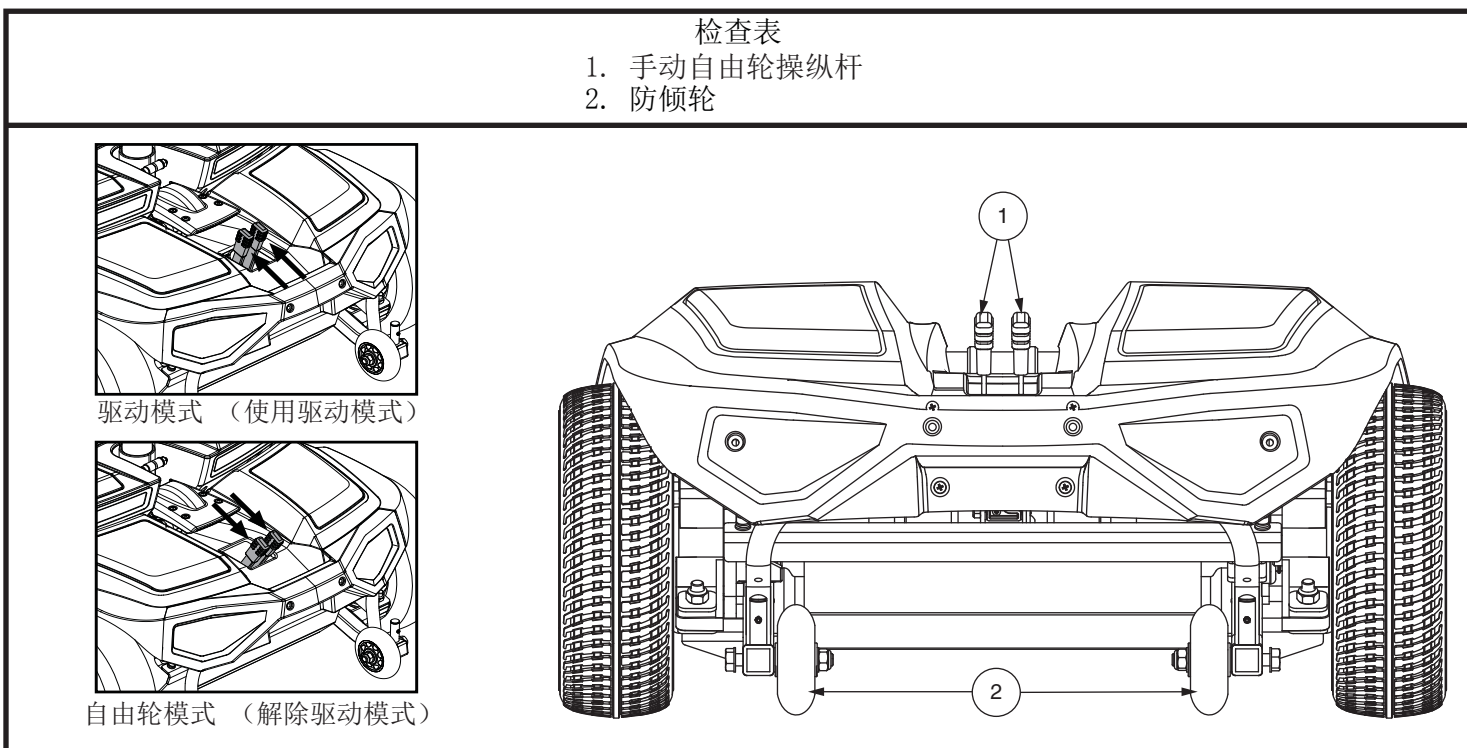

图3. 后动力基座
1. 定位杆于动力基座后半部分。见图3。
防倾轮是Go-Chair重要的安全功能部份。他们被安装在后车架组件。详见图3。
2. 确保电动轮椅处于驱动模式。见图3。